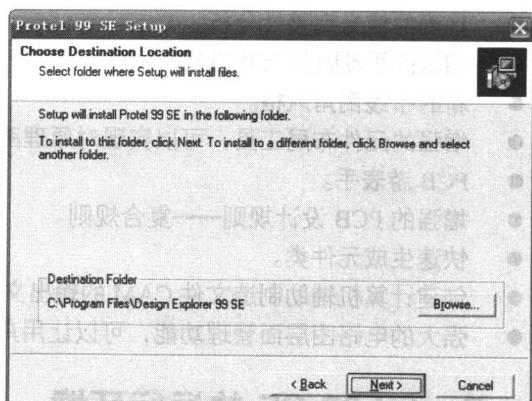

图 1-3 Protel 99 SE 的安装路径
(3) 单击 **Next >** 按钮，弹出如图 1-3 所示的选择安装路径对话框，在对话框中用户可以选择有足够的硬盘空间的安装路径。